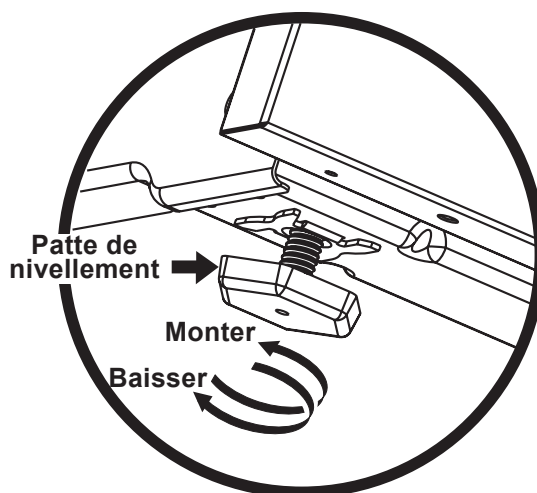

Figure 11
- nécessaire, ajustez les 4 vis de nivellement avec une clé à molette (voir figure 11).